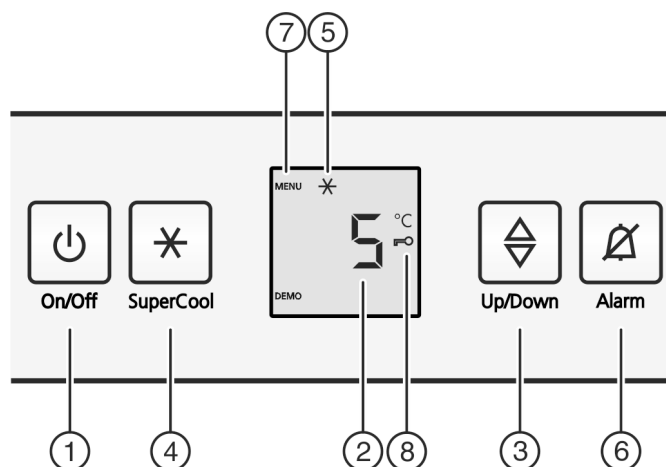

Fig. 2
- ▶ Нажать кнопку On/Off Fig. 2 (1).
- ▶ Нажмите кнопку «SuperCool» Fig. 2 (4) и удерживайте ее прим. 5 секунд.
- ▷ На индикаторе будет отображаться символ «Меню» Fig. 2 (7).
- ▶ Для подтверждения нажать и отпустить кнопку «SuperCool» Fig. 2 (4).
- ▷ На индикаторе горит символ «Защита от детей» Fig. 2 (8).
- ▶ Нажать и отпустить кнопку «On/Off» Fig. 2 (1).
- ▶ Нажмите кнопку Alarm Fig. 2 (6).
▶ Активация модуля регулировки температуры: нажмите кнопку настройки Fig. 2 (3).
▶ Температура изменяется с шагом в 1 °C: нажимайте кнопку настройки Fig. 2 (3) до тех пор, пока на индикаторе температуры не будет высвечиваться требуемая температура.
- ▶ Коротко нажмите кнопку SuperCool Fig. 2 (4).
- ▷ На индикации горит символ SuperCool Fig. 2 (5).
- ▷ Символ SuperCool Fig. 2 (5) на индикации гаснет.